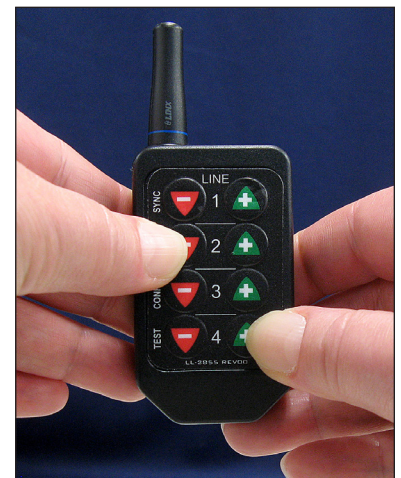

Figure 42: Entrer/Quitter mode de configuration de l'état des prix actifs
1. Maintenez appuyées les touches -2 et +4, comme indiqué en **Figure 42**, pendant environ 5 secondes – jusqu'à ce que le décimal clignote.